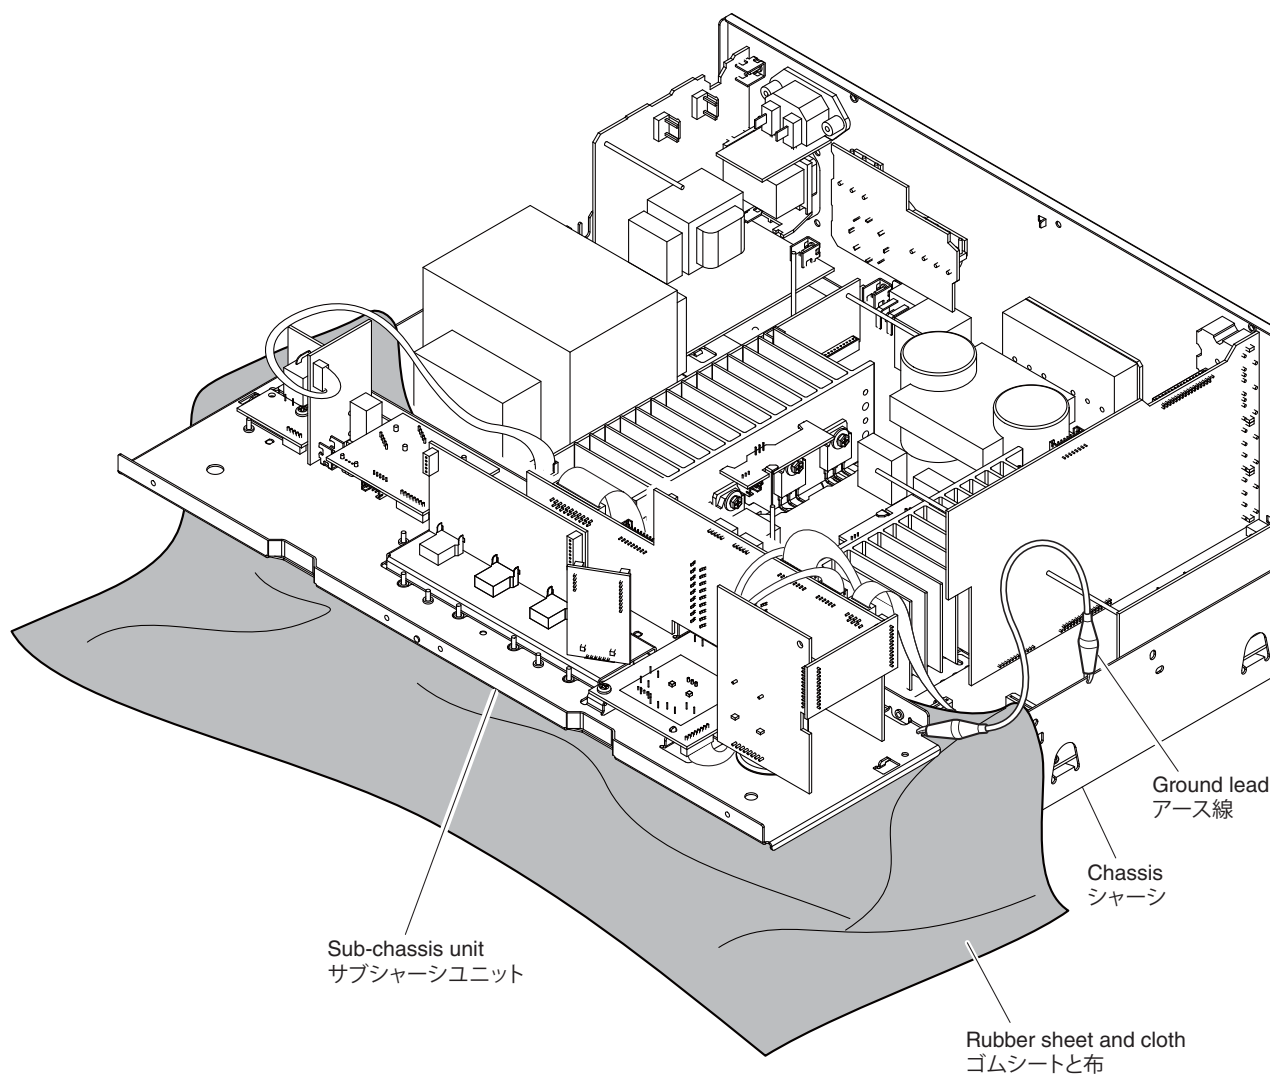

Fig. 4
- Put the rubber sheet and cloth over this unit. Then place the P.C.B.s upside down on the cloth and check it. (Fig. 4)
- Connect the ground point of the sub-chassis unit to the chassis with a ground lead or the like. (Fig. 4)
- 本機の上にゴムシートと布を敷き、その上に P.C.B. を裏返しに置いてチェックします。(Fig. 4)
- サブシャーシユニットのアースをアース線等でシャーシに接続してください。(Fig. 4)